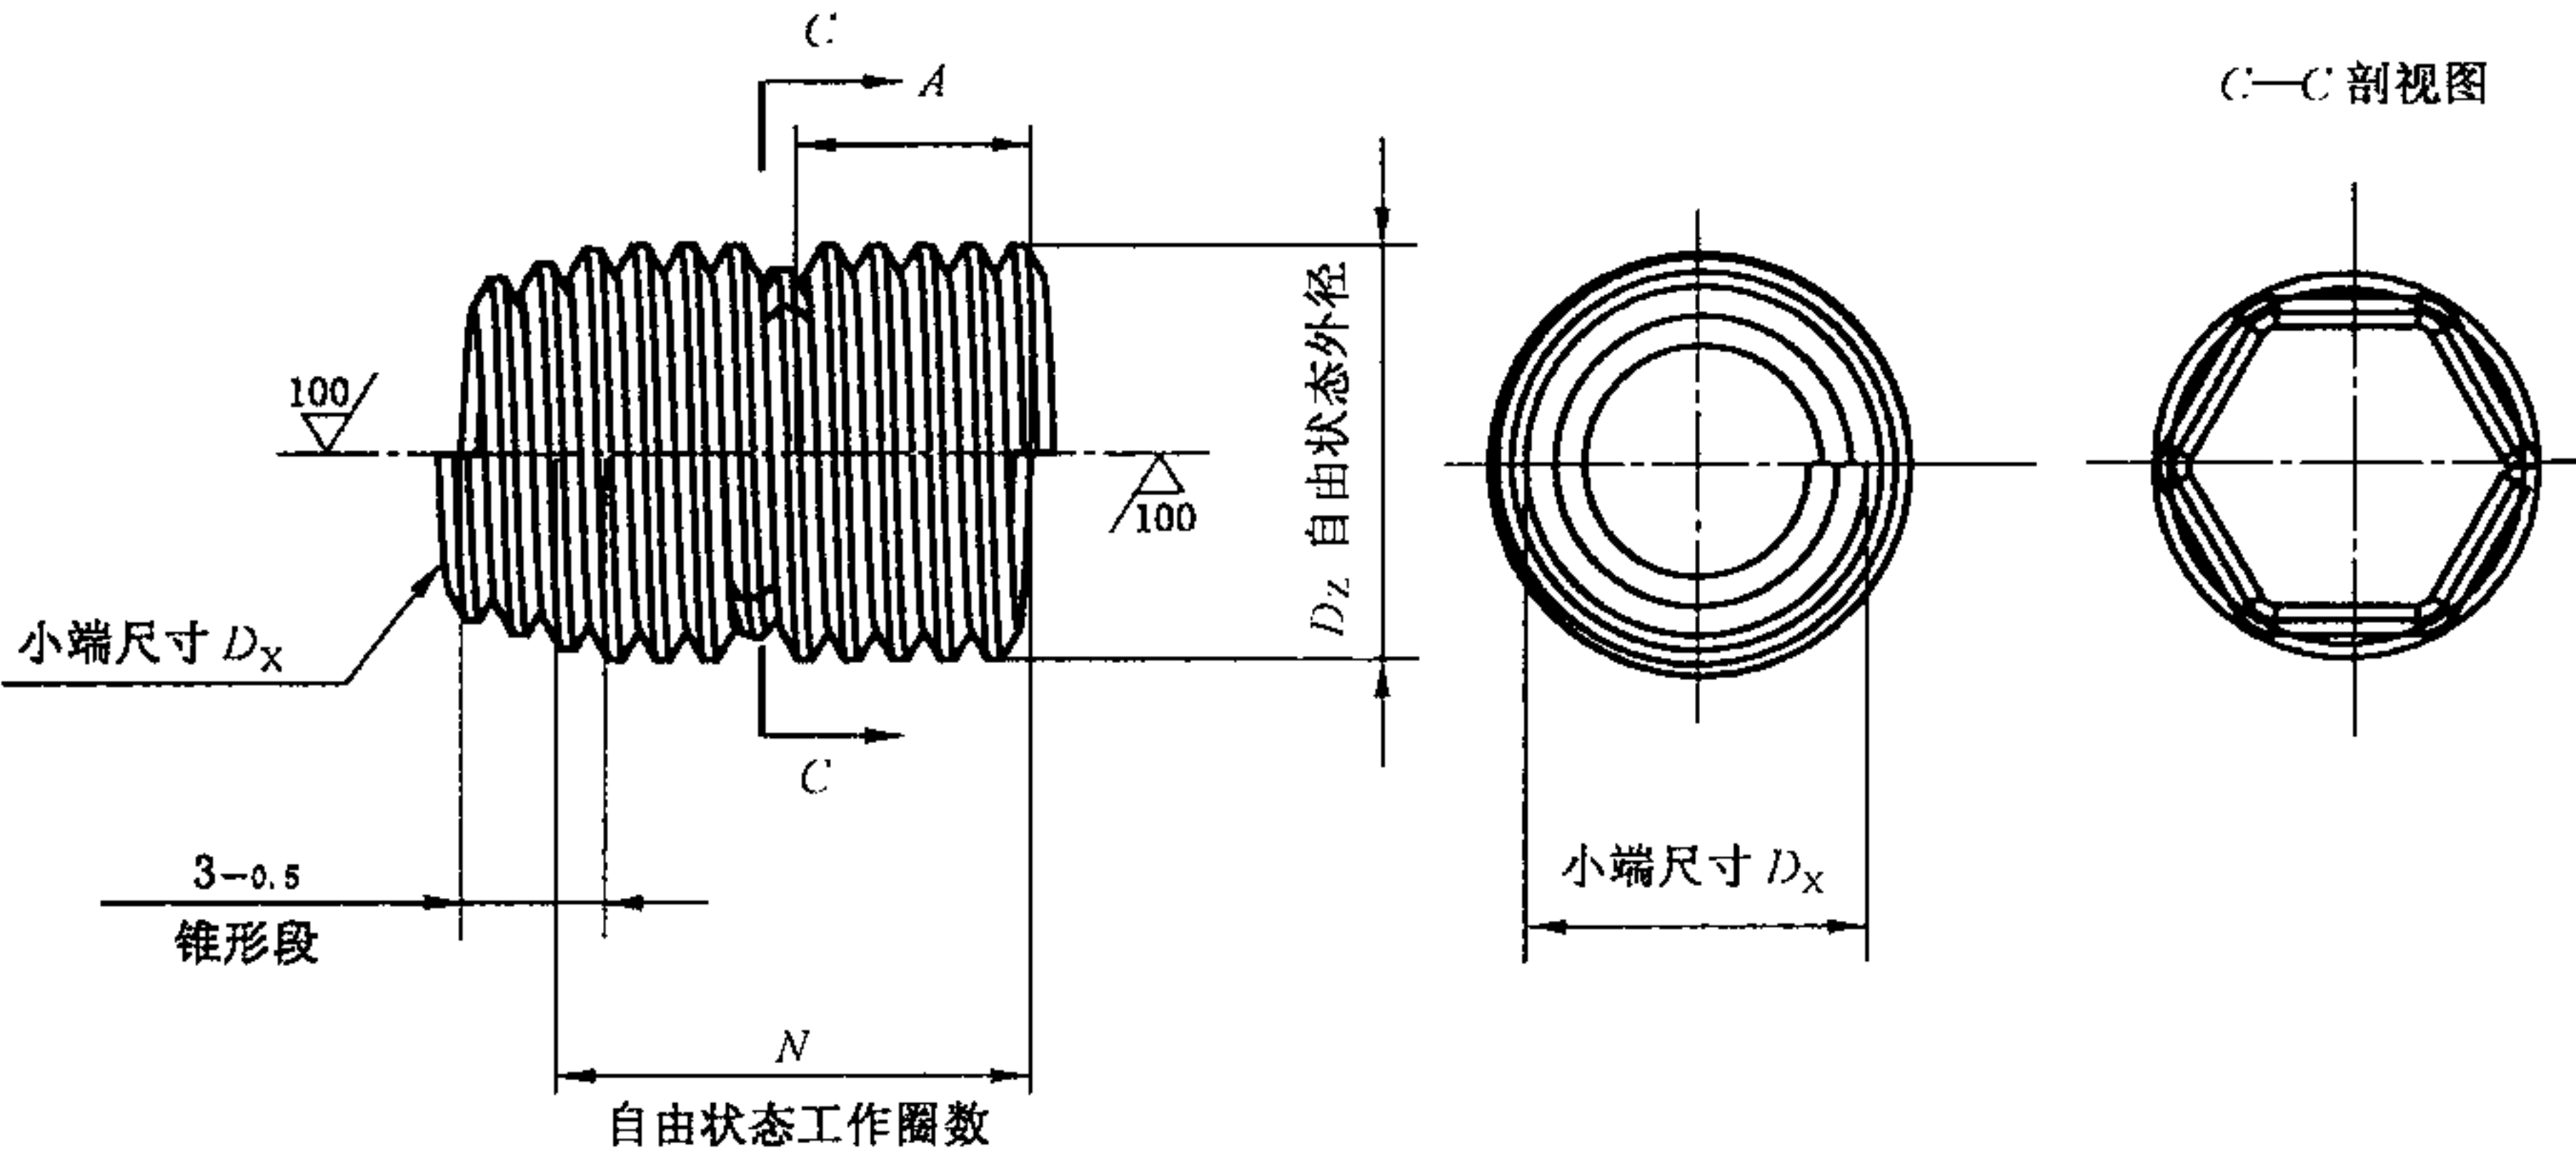

图 1 型式尺寸
3.1 钢丝螺套自由状态下的型式尺寸按图 1 和表 1 的规定。